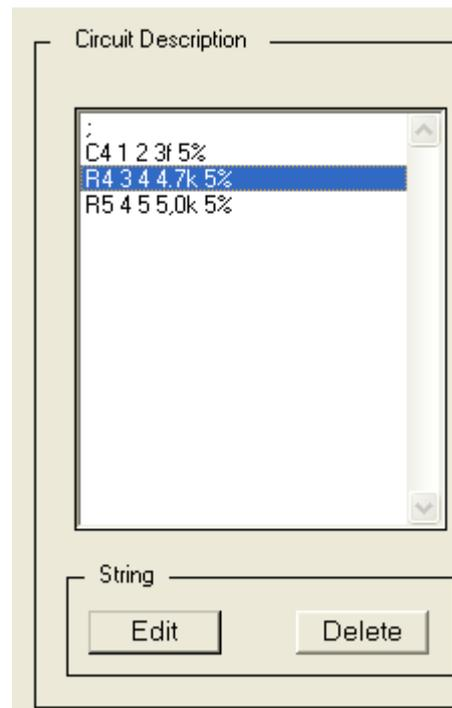

Рисунок 1.8. Окно отображения текстового описания схемы
- Третья область **Circuit Description** (Описание схемы). В данной области представлено общее описание схемы (рис. 1.8).